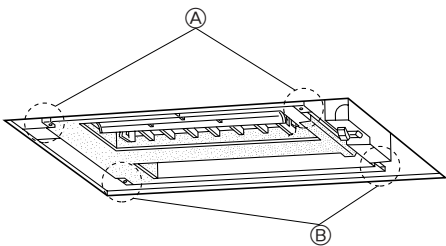

Fig. 5-2
5.2. Controlli prima della messa in atto (Fig. 5-2, 3)